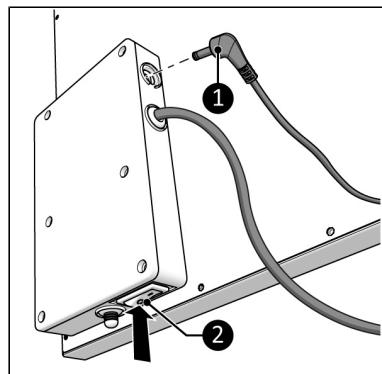

Figure 86.
1. Sørg for, at ON/OFF-kontakten er i OFF-position (Figure 86, pos. 2).
2. Tilslut temperatursensorens stik (Figure 86, pos. 1) til sensorstikket.